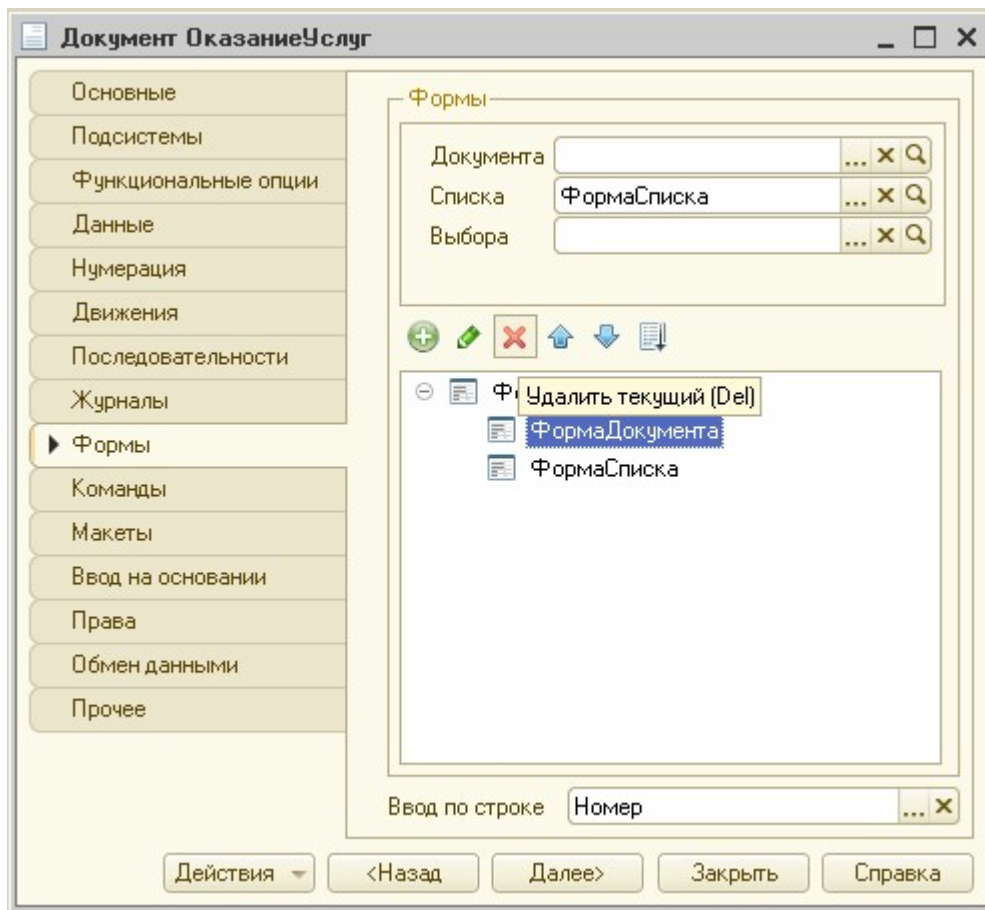

Рисунок 35 Удаление Формы документа
- Выберите в списке форм **ФормаДокумента**, на панели нажмите кнопку **«Удалить»** (красный крестик) (рис. 35).